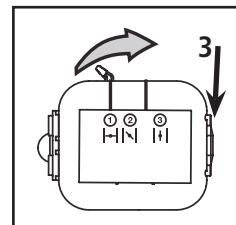

Fig. 27
**8.** Empure a tampa para a direita e pressione-a para fechar, de forma que a aba da tampa do filtro engate na ranhura da placa de apoio (3), (Fig. 27).